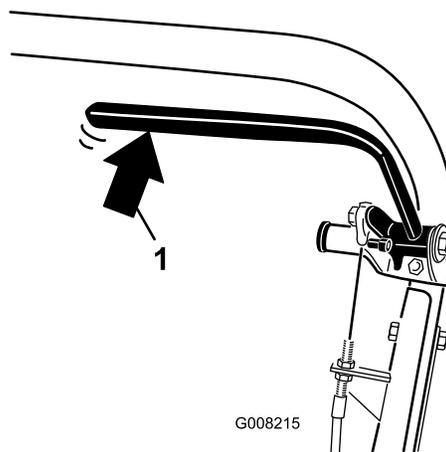

Рисунок 38
2. Используя пружинные весы, отожмите рычаг рабочего тормоза назад (Рисунок 38). Отпускание тормоза должно происходить при приложении усилия 13,5–18 кг. Если стояночный тормоз отпускается раньше, чем будет приложено усилие 13,5–18 кг, отрегулируйте тросик тормоза.